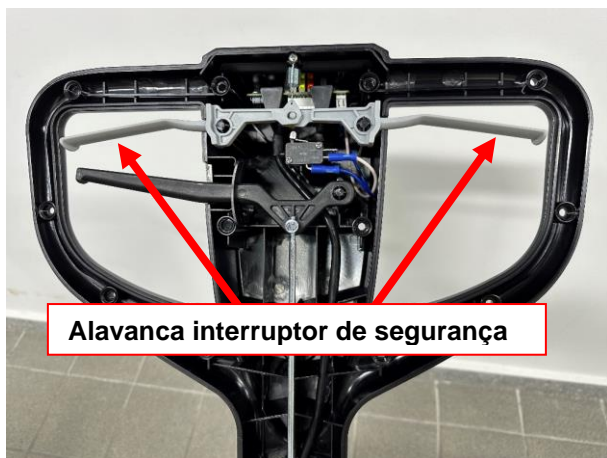

Figura 9
63. Remover o conjunto da alavanca do interruptor de segurança (Figura 9).